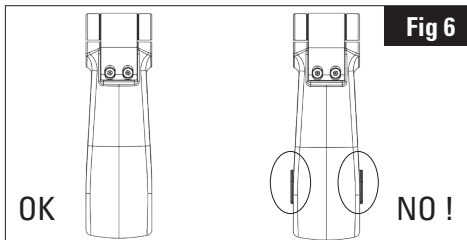

Fig 6
Note de sécurité: Vérifier le positionnement des tampons de serrage (12 & 13). Si ceux-ci dépassent latéralement du corps de potence (8), leur serrage n'est plus assuré et il faut impérativement resserrer les tampons de serrage (FIG 6)